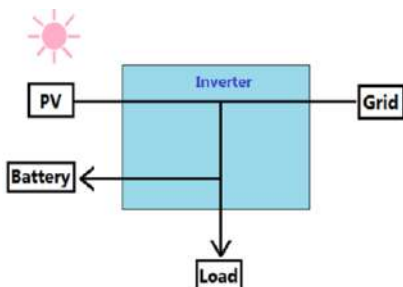

Figure1-7
1. le PV et le réseau fournissent de l'énergie pour charger les batteries (Figure 1-7)